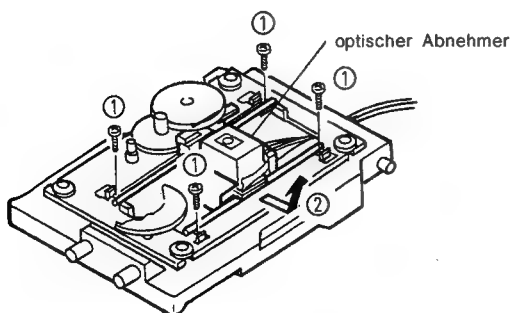

Abb. 8
5. Entfernen des optischen Abnehmers (Abb. 8)
- ① Entfernen Sie die vier Schrauben, die die Führungsstäbe befestigen (A) und (B).
- ② Entfernen Sie den optischen Abnehmer in der Richtung des Pfeils.